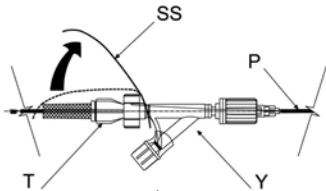

Fig. 18
- Cortar ou remover o lacre de segurança (SS). Fig. 18.